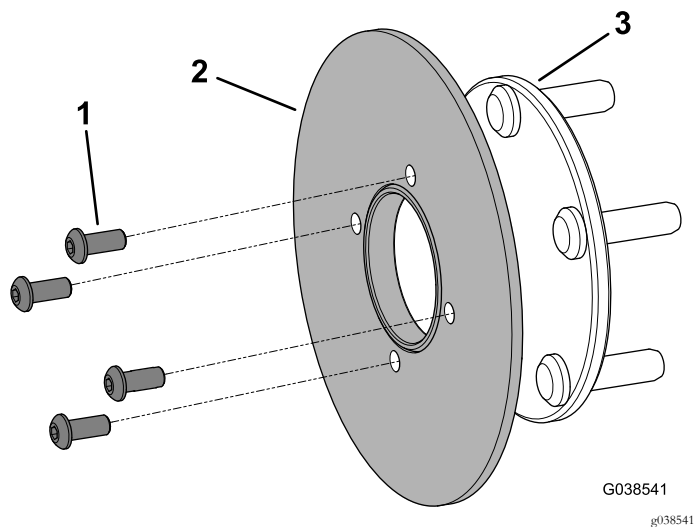

Figura 7
7. Retire los 4 pernos allen ($5/16"$ x $3/4"$), y retire el disco del cubo (Figura 7).
6. Monte el disco en el cubo usando 4 pernos allen ($\frac{5}{16}$ " x $\frac{3}{4}$ "), según se muestra en Figura 7.